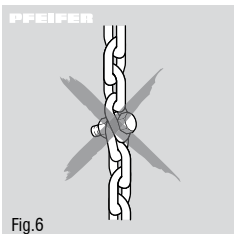

Fig. 6
- Lastkæden må ikke benyttes som anhugningskæde (slyngkæde) (fig. 6) eller trækkes hen over skarpe kanter.